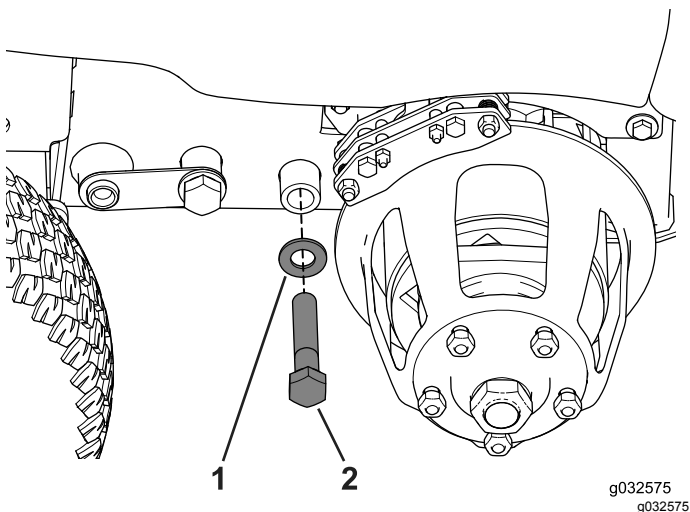

Рисунок 77
4. Установите болт ( $\frac{3}{4}$  x 4 дюйма), как показано на Рисунок 77